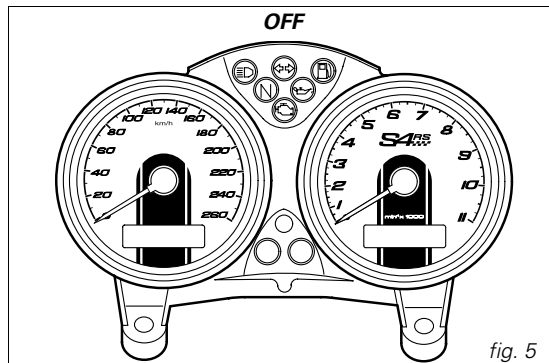
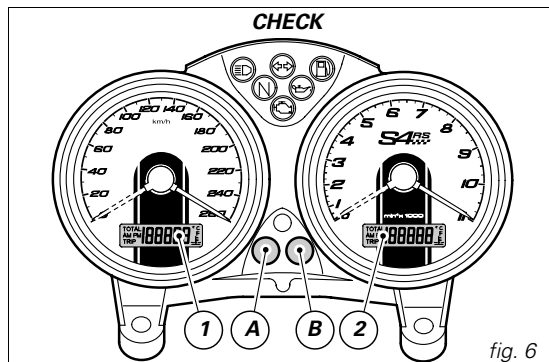

fig. 5
fig. 6
All'accensione (chiave da **OFF** a **ON**) il cruscotto esegue un **Check** di tutta la strumentazione (lancette, display, spie) (fig. 5 e fig. 6).
Premendo il pulsante (B, fig. 6) con chiave **ON** si alterna la visualizzazione del contachilometri parziale e di quello totale.
Tenendo premuto il pulsante (B, fig. 6) per più di 2 secondi quando è nella funzione **TRIP** (contachilometri parziale), si otterrà l'azzeramento nel display (LCD 1).
Premendo il pulsante (A, fig. 6) con chiave **ON** si visualizza l'orologio e la temperatura dell'acqua.
Premere il pulsante (B, fig. 6) per almeno 2 secondi.
Regolare **AM/PM** premendo il pulsante (A, fig. 6).
Premere il pulsante (B) per passare alla regolazione dell'ora. Premere (A) ripetutamente per modificare l'indicazione dell'ora. Premere il pulsante (B, fig. 6) per passare alla regolazione dei minuti.
Se si preme il tasto (B, fig. 6) entro 5 secondi con la chiave in posizione **ON**, ad ogni pressione sul detto pulsante si avrà una variazione dell'intensità luminosa del cruscotto.